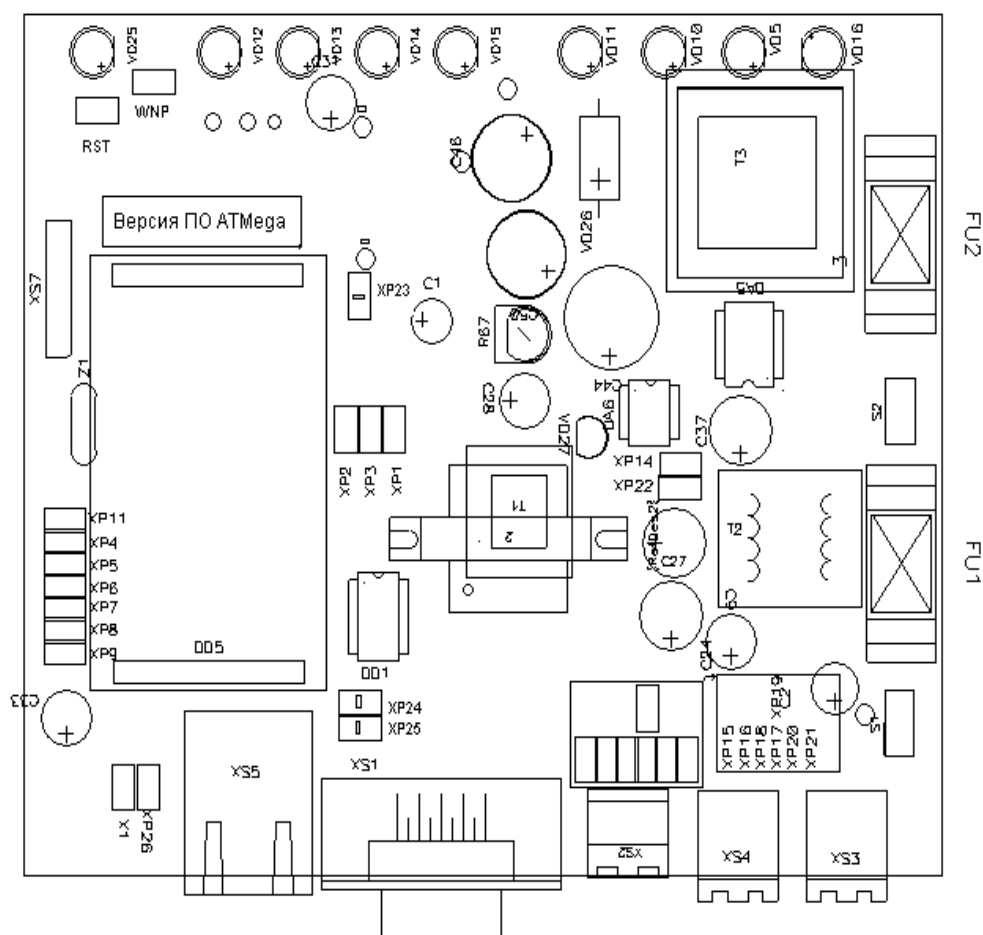

Рисунок 5: Расположение переключек на плате коммуникатора
4.6 Выбор необходимой конфигурации коммуникатора в зависимости от типа поддерживаемого устройства осуществляется конфигурационными переключками и установкой модуля ТСР/ІР-01 с необходимой программой (см. табл. 2). Расположение переключек приведено на рис. 5.
4.7. Версия программного обеспечения микроконтроллера ATmega написана на соответствующей этикетке (см. рис. 5).
Исключение составляет перемычка WNP (см. рис. 5). При включении питания коммуникатора при установленной перемычке WNP действуют заводские значения ip-параметров (пароль доступа к конфигурации не установлен). Если перемычка WNP снята, то действуют установленные пользователем параметры. **Если перемычка WNP установлена, то коммуникатор находится в режиме установки ip-параметров и работать не будет. После завершения установки ip-параметров ее обязательно нужно снять.**